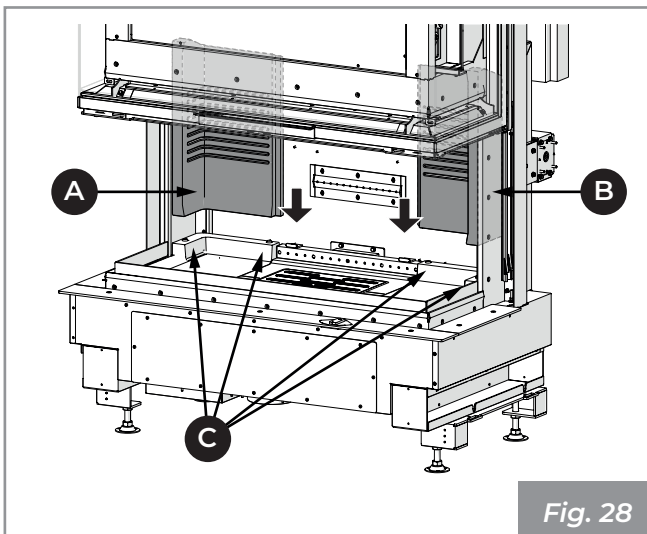

Fig. 28
- 5) Poser les dossiers latéraux en réfractaire (A, B) contre le mur de l'Ecomonoblocco et les faire délicatement glisser pour les centrer avec les protubérances (C) présentes dans la base en réfractaire (Fig. 28).